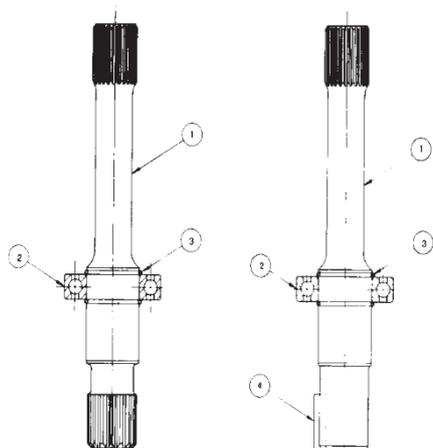

Рис. 1
См. рис. 1. Надеть одно стопорное кольцо (3) на внутренний конец приводного вала (1) и установить в канавку рядом с поверхностью уплотнения вала.